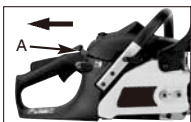

Fig. 9B
2. För gasreglaget (A) framåt. Detta ställer in choken och ökar gasen för lättare start. (Fig. 9B)